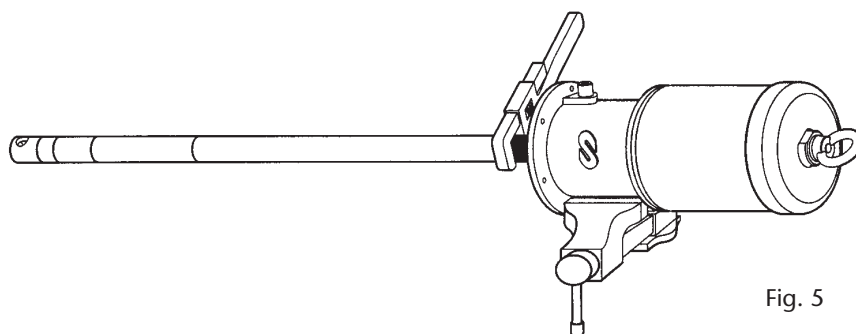

Fig. 5
1. Attach the pump to a vice in horizontal position, unthread the suction tube (53) from the pump body (37) (fig. 5) and pull out the tube until the pin (51) is visible.
1. Placer la pompe à l'horizontale à l'aide d'un établi, desserrer le tube d'aspiration (53) du corps de la pompe (37) (fig. 5) et tirer ce dernier jusqu'à atteindre le goujon (51).
1. Fije la bomba en posición horizontal en una mordaza, desenrosque el tubo de aspiración (53) del cuerpo de la bomba (37) (fig. 5) y tire del tubo hacia fuera hasta que quede visible el pasador (51).
1. Die Pumpe waagrecht auf eine Werkbank legen. Das Saugrohr (53) von der Pumpe (37) (Bild 5) abschrauben und das Rohr soweit herausziehen, bis der Stift (51) sichtbar ist.